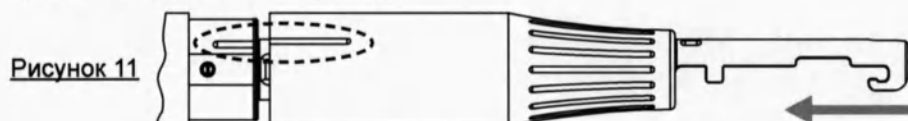

Рисунок 11
- Шаг восьмой:** Снова установите переднюю конусообразную часть на рукоятку для автоматической имплантации ИОЛ, сначала выровняв риски (рисунок 11), а затем, установив переднюю конусообразную часть в рукоятку для автоматической имплантации ИОЛ, затем зафиксируйте переднюю конусообразную часть её вращением по часовой стрелке.